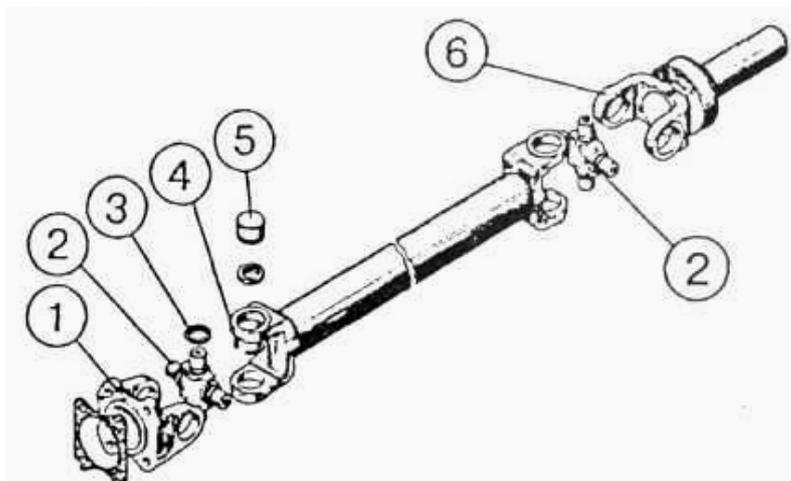

Рисунок 5.60
5) разберите карданный вал (рисунок 5.60), для чего: